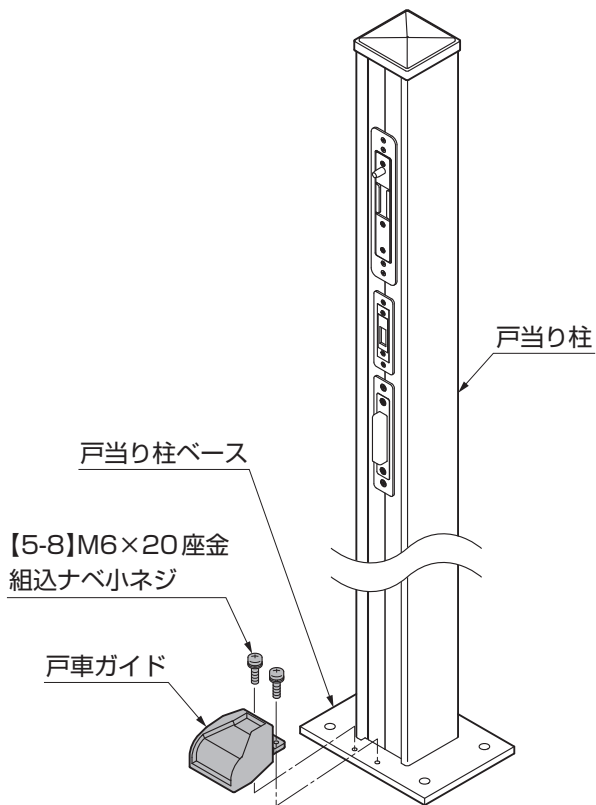

図8-1
- ①戸当り柱ベースに戸車ガイドを【5-8】で取付けてください。(図8-1 参照)